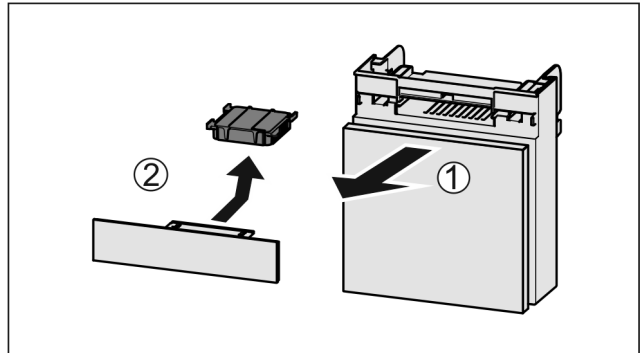

Fig. 143
- Потягніть Fig. 143 (1) відділення вперед.
- Витягнути Fig. 143 (2) фільтр з активованого вугілля.